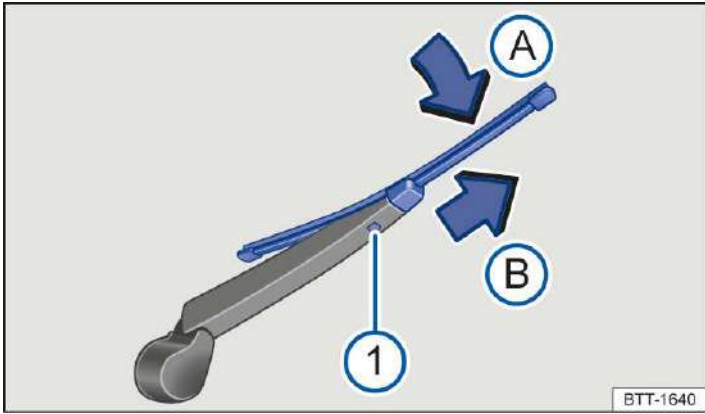

Abb. 2 Am Fahrzeugheck:
① Entriegelungstaste.
2. Entriegelungstaste gedrückt halten → Abb. 2 ①.
3. Scheibenwischerblatt in Richtung Scheibenwischerarm kippen → Abb. 2 ② und gleichzeitig in Pfeilrichtung abziehen ③. Dazu kann ein erhöhter Kraftaufwand notwendig sein.
4. Neues Scheibenwischerblatt gleicher Länge und Ausführung auf den Scheibenwischerarm entgegen der Pfeilrichtung schieben → Abb. 2 ④, bis es einrastet. Dabei muss sich das Scheibenwischerblatt in abgeklappter Position befinden ⑤.